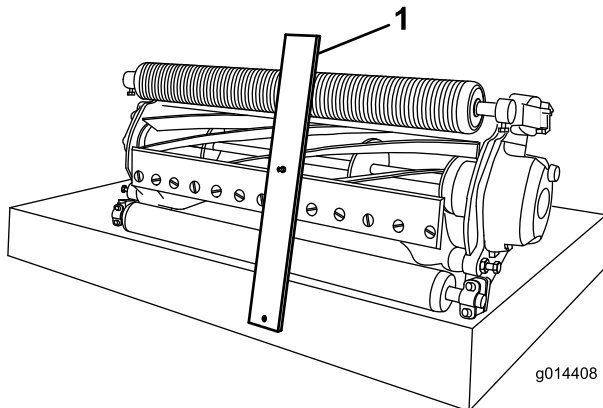

Bild 11
2. Haken Sie den Schraubenkopf der Schnitthöhenlehre an der rechten Seite der Schnittkante des Untermessers ein und legen Sie das hintere Ende der Lehre auf die Rückseite der Rolle (Bild 11).